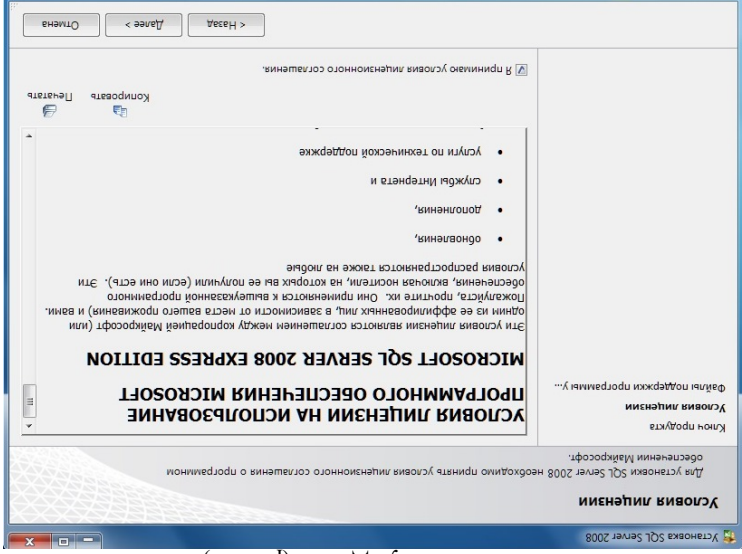

рис. 29
2.7 Прочитать лицензию, установить флажок «Я принимаю условия лицензионного соглашения» и нажать кнопку «Далее» (рис. 29):